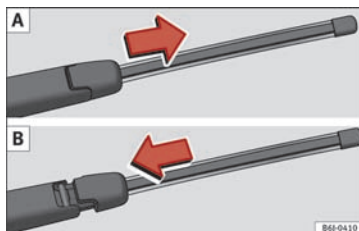

Fig. 73 Af- og påmontering af viskerblad til bagrude
- Skub viskerbladsadapteren i pilens retning, og træk viskerbladet »» Fig. 73 A af.
- Placer viskerbladet som vist på »» Fig. 73 B, og forskyd adapteren, indtil den går i hak.